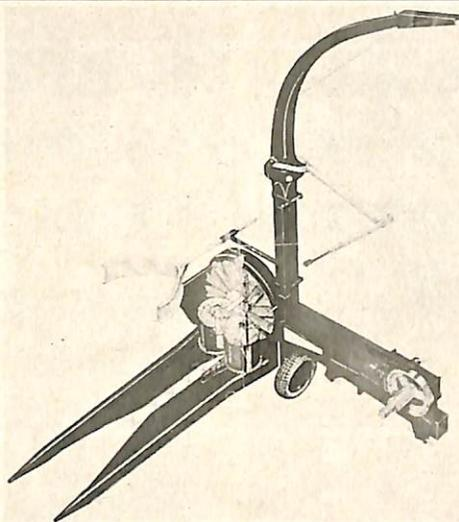

Fig. 32 - Colheitadeira de forragem de disco vertical
**Disco Vertical** - Nas máquinas de disco vertical (Fig. 32), um sistema independente corta o caule da forrageira rente ao solo. Dois tambores de alimentação, girando em sentido oposto, encaminham o material para o disco vertical. O mesmo é provido de várias facas no sentido radial, que picam o produto. O próprio disco de corte possui, no lado oposto às facas, aletas que o transformam em ventoinha, para impulsionar o material picado, em direção à carreta, através do tubo de descarga.